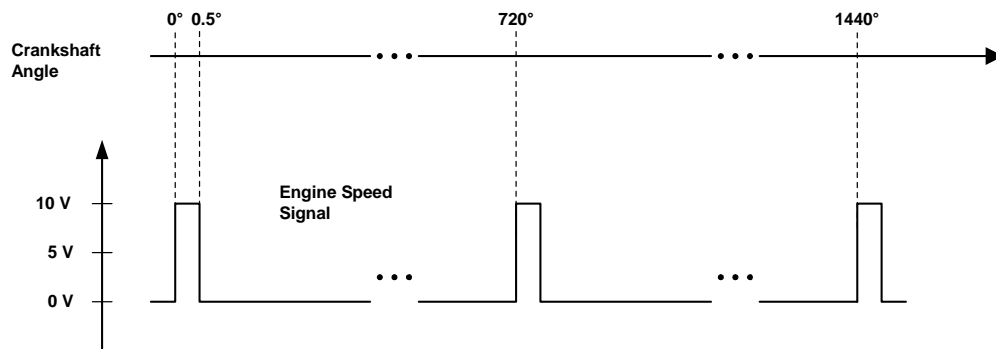

Abb. 8-9 Synchronisationssignal auf den Nulldurchgang des Nockenwellenwinkels.
- des Synchronisationssignals auf den Nulldurchgang des Nockenwellenwinkels (siehe Abb. 8-9)